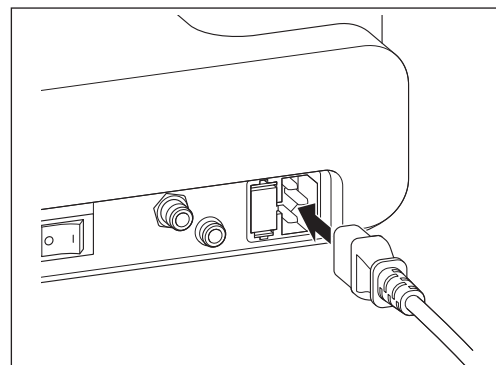

図1
- 2) コントロールユニット背面にある電源接続ソケットへ電源コードの形状を合わせて挿し込みます (図1)。